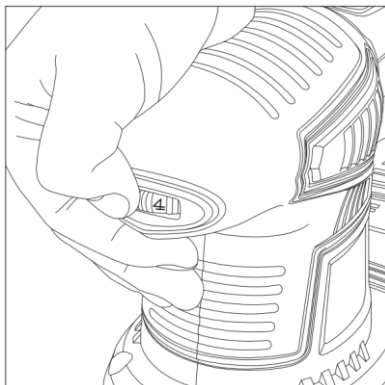

Fig. 5
3. Buton de reglare a vitezei (Fig. 5)